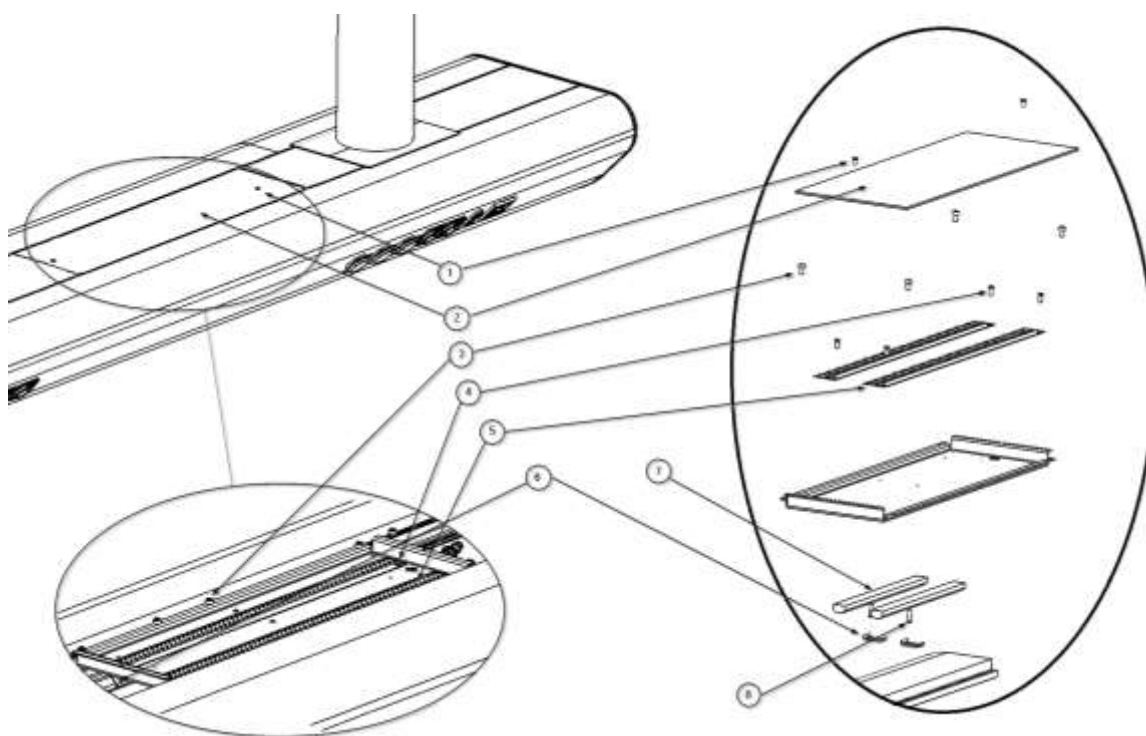

Fig.4 Vervanging van indirecte verlichting
- Koppel de voeding van de controller ② los van de stekkerdoos.
- Draai de 2 zeskantbouten M4 x 8 ① DIN 7500 los om de verlichtingsmodule vrij te maken. De LED-strip ⑤ en de snelkoppeling zijn nu zichtbaar. Zie afbeelding 4.